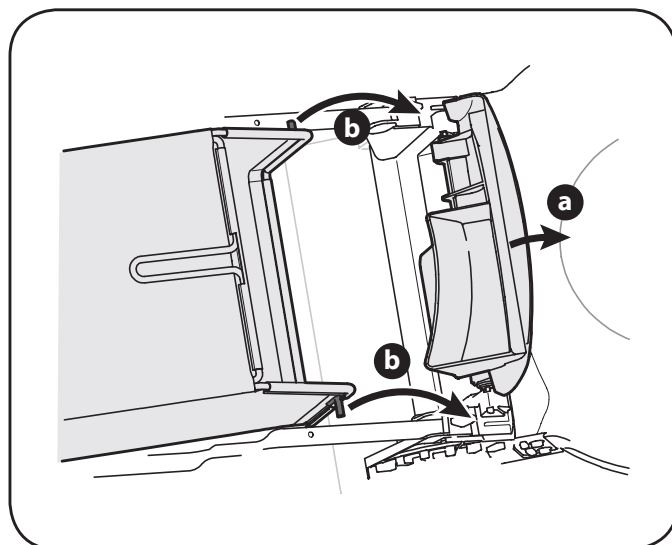

Figura 8
- b. Lugar de colección de césped en las ranuras en el mango entre corchetes como se muestra en la Figura 8. Suelte la puerta de descarga de modo que descansen sobre el colector de césped.